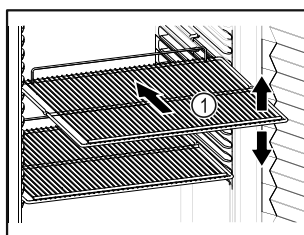

Fig. 53 Ilustrační zobrazení
- ❑ Pokud jsou odstavňovací rošty Fig. 53 (1) přemístitelné, přizpůsobte je vždy na danou výšku.